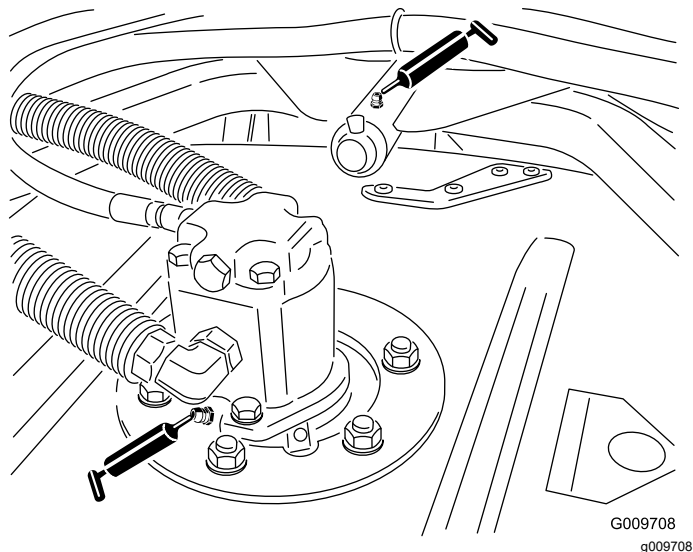

Figura 54
- Rulmeni ai arborelui axului unităii de tăiere (2 per unitate de tăiere), aa cum se arată în Figura 54
- Buce bra de transport unitate de tăiere (1 pentru fiecare unitate de tăiere), aa cum se arată în Figura 54